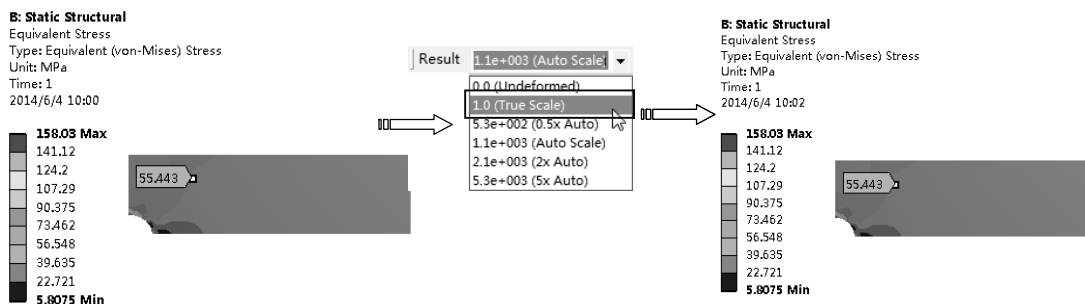

图 5-53 应力云图
3) 应力云图。在【Outline (分析树)】中选择【Solution (B6)】节点，单击其下的【Equivalent Stress】项，选择  **Equivalent Stress**，在图形窗口显示出应力云图。选择【Result】工具栏上的【1.0 (True Scale)】项，可真实显示应力云图，如图 5-53 所示。